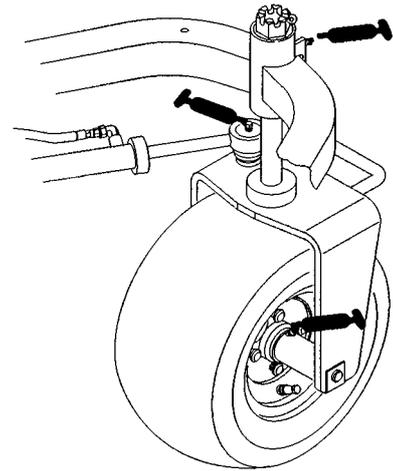
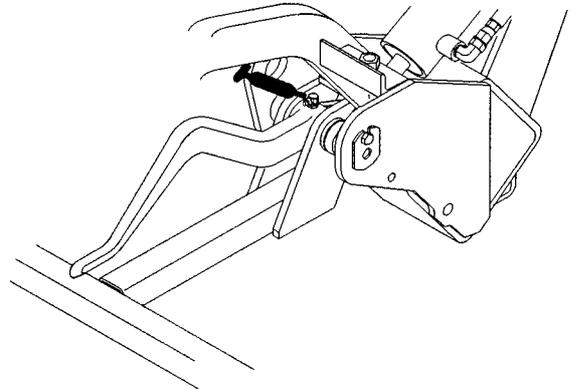

Bild 15
Bild 16
Die Lager und Büchsen der Zugmaschine, die abgeschmiert werden müssen, sind: Radnabe hinten (1), Laufrollenlager (1), Lenkzylinder (2) (Bild 15), Hubarme (3) (Bild 16), Fahrpedalgelenk (1) (Bild 17).